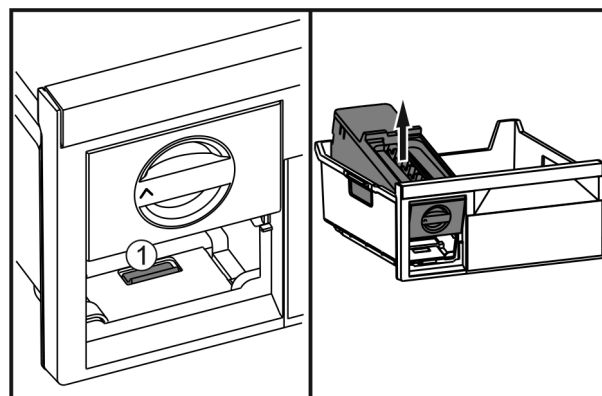

Fig. 28
- ▶ Lip Fig. 28 (1) indrukken, EasyTwist-Ice van achter optillen en uit de vrieslade nemen.